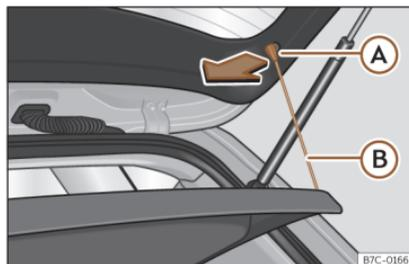

Fig. 134 En el maletero: desmontar y montar la bandeja.
- Desenganche los tirantes de sujeción >>> fig. 134 (A) de los alojamientos (A).
- Enganche los tirantes de sujeción >>> fig. 134 (B) en el portón trasero.